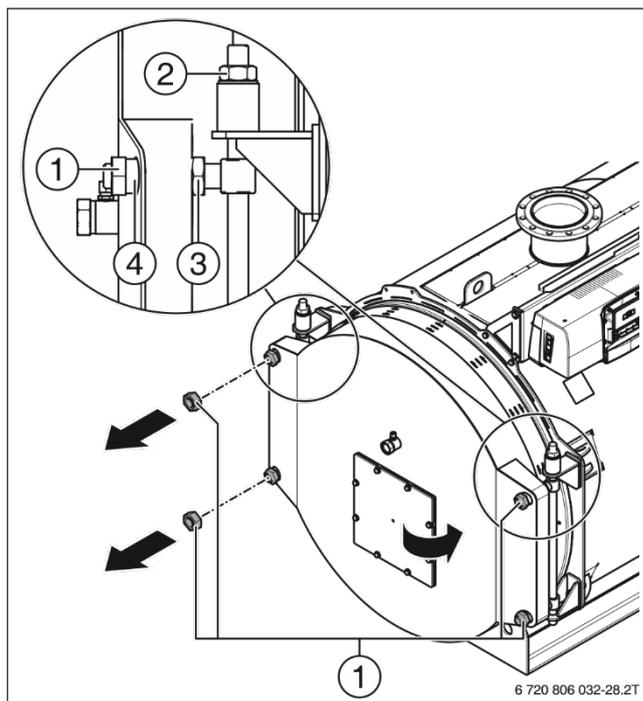

Рисунок 16 Открытие двери котла
- ▶ Левая сторона: опустите шарниры, отвернув гайку [2] на 2 - 3 оборота. Дверь больше не может лежать на осях шарнира двери [4] (→Рисунок 16). Правая сторона: поверните стопорную гайку [3] на 2 - 3 оборота в направлении двери котла. Таким образом дверь сдвигается от котла. Между дверью и котлом должен быть зазор не менее 5 мм, чтобы не повредились уплотнения.
- ▶ Заверните гайки (Рисунок 16, [1]) на осях шарниров [4], и притяните дверь до уплотнительных поверхностей.